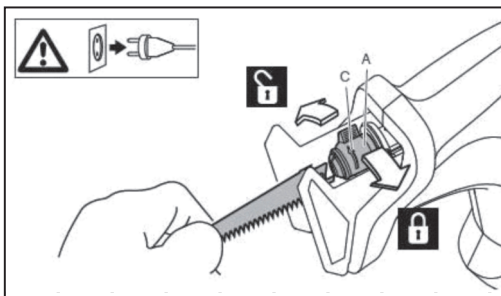

Рис. 3
2. Для демонтажа полотна отведите губку механизма в положение «Открыто», извлеките полотно (Рис. 3)